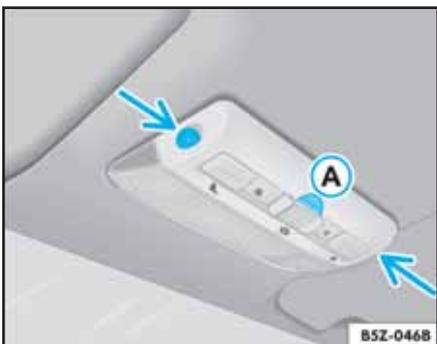

Fig. 61 Botón para desactivar el monitoreo del compartimiento interno
- Apriete el botón ⇒ fig. 61 A. Durante 20 segundos, la luz indicadora del sistema de alarma titilará más rápido en el panel de instrumentos, indicando la
El monitoreo del compartimiento interno es automáticamente activado en conjunto con el sistema de alarma. El sensor y el receptor están localizados en el conjunto de la linterna de lectura ⇒ fig. 61 -flechas-. Para no perjudicar el funcionamiento del monitoreo del compartimiento interno, estos sensores no deben ser cubiertos.